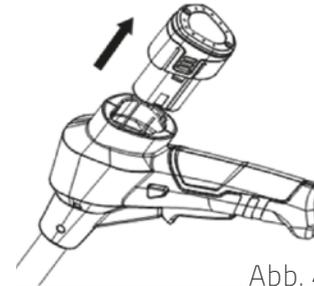
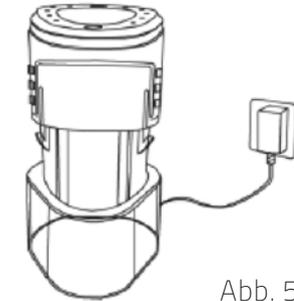

Abb. 4
Abb. 5
### Laden des Akkus (Abb. 4, Abb. 5)
1. Nehmen Sie den Akku folgendermassen aus dem Gerät: Drücken Sie die Freigabetasten an beiden Seiten des Akkus und ziehen Sie ihn dabei in Pfeilrichtung (Abb. 4) heraus.
2. Stecken Sie den Akku wie in Abb. 5 dargestellt in das Ladegerät.